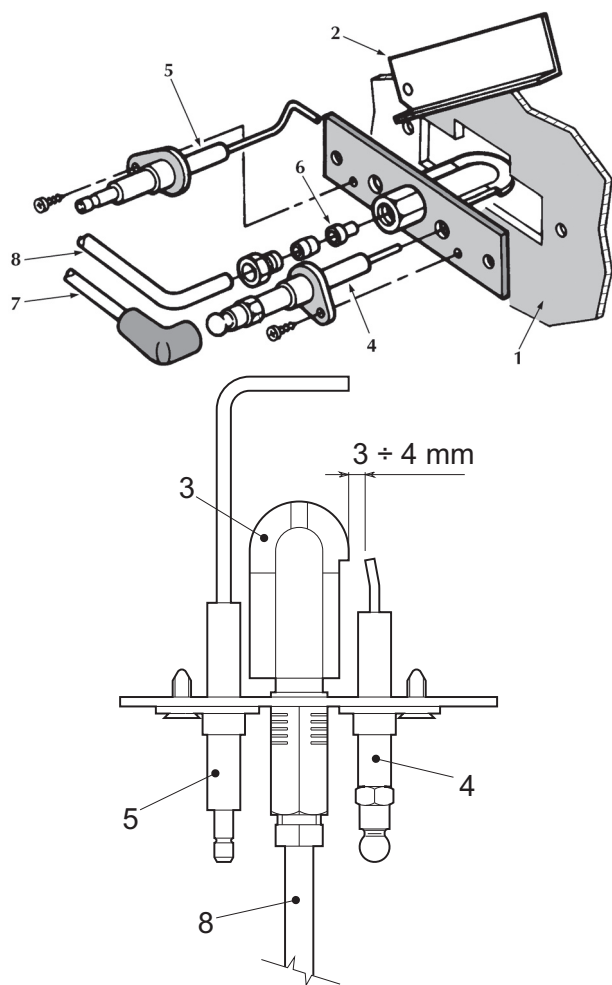

fig. 9 - Brûleur pilote
- Les électrodes doivent être libres de toute incrustation et positionnées correctement (voir fig. 9).
| | La décharge ne se fait pas entre les électrodes | S'assurer que les électrodes sont installées correctement, qu'elles sont en bon état, sans incrustations et que l'étincelle est régulière (voir fig. 9) Contrôler les branchements électriques aux électrodes d'allumage et d'ionisation |